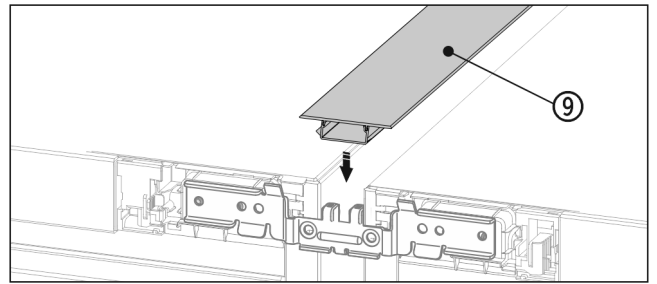

Fig. 20
- Paina yläpuolelta lyhyt suojalista Fig. 20 (9) vaakasuoraan rakoon.